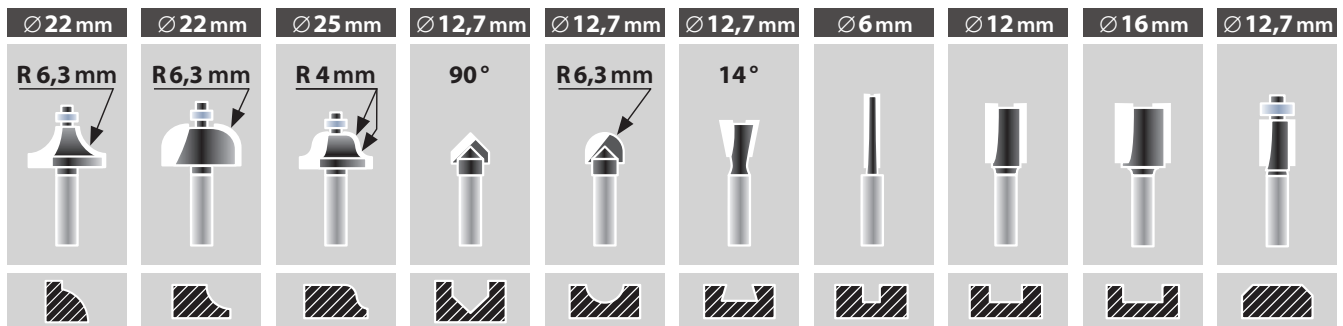

Abb.6, Fräser im Set Extol® Premium 44041
- Der Durchmesser des angewendeten Werkzeugs muss entsprechend der auszuführenden Tätigkeit gewählt werden, siehe Kapitel „Technische Angaben“. Für Ausschnitt-/ Durchschneidearbeiten im stärkeren Werkstoff muss ein Fräser mit Durchmesser bis 6 mm gewählt werden, damit der Motor nicht überlastet wird. Zum Schneiden von Nuten bis zu einer bestimmten Tiefe im Material muss der Werkzeugdiameter max. 8 mm betragen, siehe Kapitel „Technische Angaben“. Bei den Nutenherstellung/-schneiden bestimmten Fräsern müssen die Abschnitte auch im unteren Bereich des Fräsers herausragen. Eine Übersicht befindet sich auf der Abb. 6, wo gefräste Profile dargestellt sind.